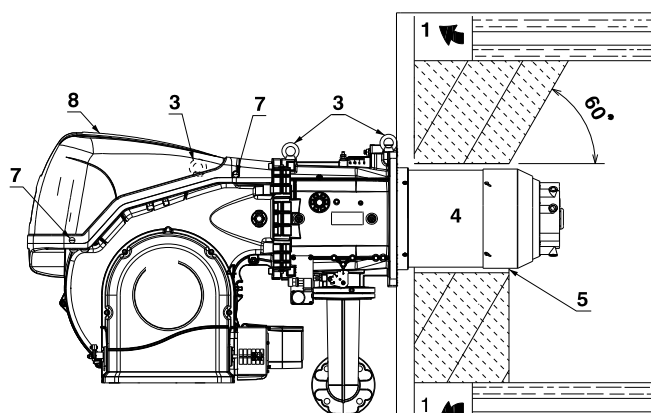

Fig. 15
Per le caldaie con giro dei fumi anteriore 1)(Fig. 15), o con camera ad inversione di fiamma, eseguire una protezione in materiale refrattario 5), tra refrattario caldaia 2) e boccaglio 4).
Per le caldaie con il frontale raffreddato ad acqua non è necessario il rivestimento refrattario 2)-5)(Fig. 15), se non vi è espressa richiesta del costruttore della caldaia.
Predisporre un adeguato sistema di sollevamento agganciandosi agli anelli 3)(Fig. 15), dopo aver tolto le viti 7) di fissaggio del cofano 8).
- Infilare la protezione termica data a corredo sul boccaglio 4)(Fig. 15).